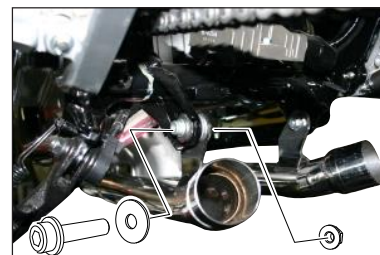

図. 5
- ③ フロントパイプ後方のパイプステーを仮組みします (図. 5)